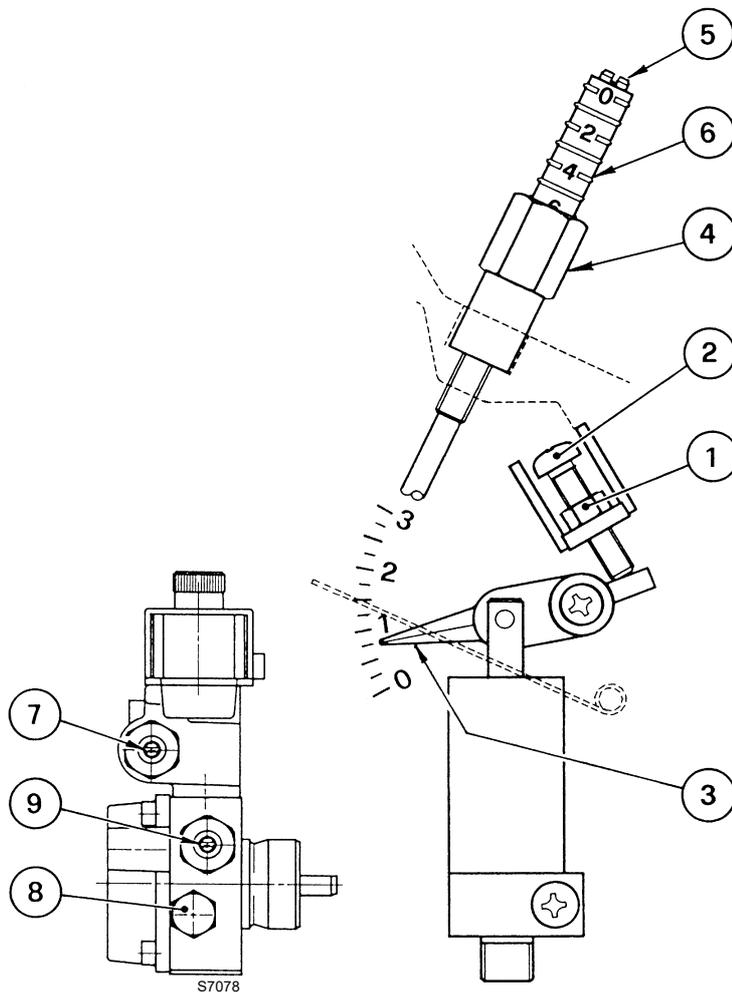

Abb. 10
- Die Mutter 1)(Abb. 10) lösen, die Schraube 2)(Abb. 10) betätigen und den Zeiger 3) in die gewünschte Position stellen.
- Nach der Einstellung die Mutter 1)(Abb. 10) wieder festziehen.
Sollte dieser Druck neu geeicht werden müssen oder eine Änderung gewünscht werden, muss nur die Schraube 7) betätigt werden. Der Druckmesser zur Kontrolle des Drucks wird anstelle des Stopfens 8) Abb. 10) montiert.
- Die Mutter 4)(Abb. 10) lösen, die Schraube 5)(Abb. 10) betätigen und den Zeiger 6) in die gewünschte Position stellen.
- Nach der Einstellung die Mutter 4)(Abb. 10) wieder anziehen.
Sollte dieser Druck neu geeicht werden müssen oder eine Änderung gewünscht werden, muss nur die Schraube 9)(Abb. 10) betätigt werden.
Der Druckmesser zur Kontrolle des Drucks wird anstelle des Stopfens 8)(Abb. 10) montiert.